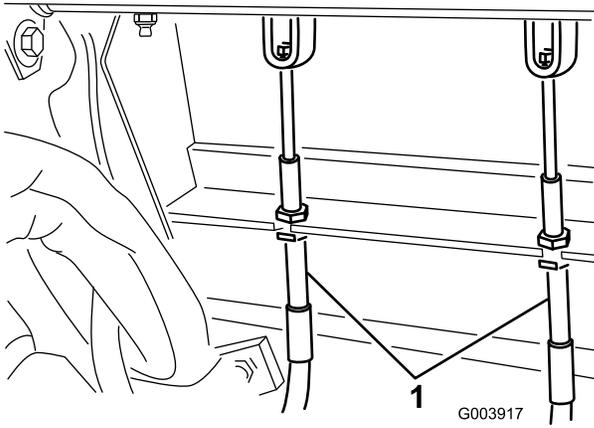

図 68
2. 遊びを減らす（ブレーキを締める）には、ブレーキ・ケーブルのネジ山の前ナットをゆるめ、後ろのナットを締める（図 68）。